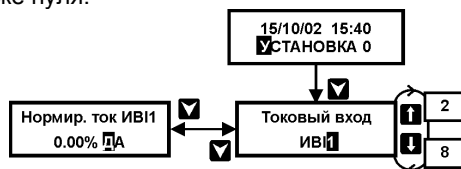

Рисунок 13 – Порядок действий по установке нуля токовых датчиков
1. Установить кнопками  или  пункт меню 1–ого уровня **УСТАНОВКА 0** (см. рисунок 13);